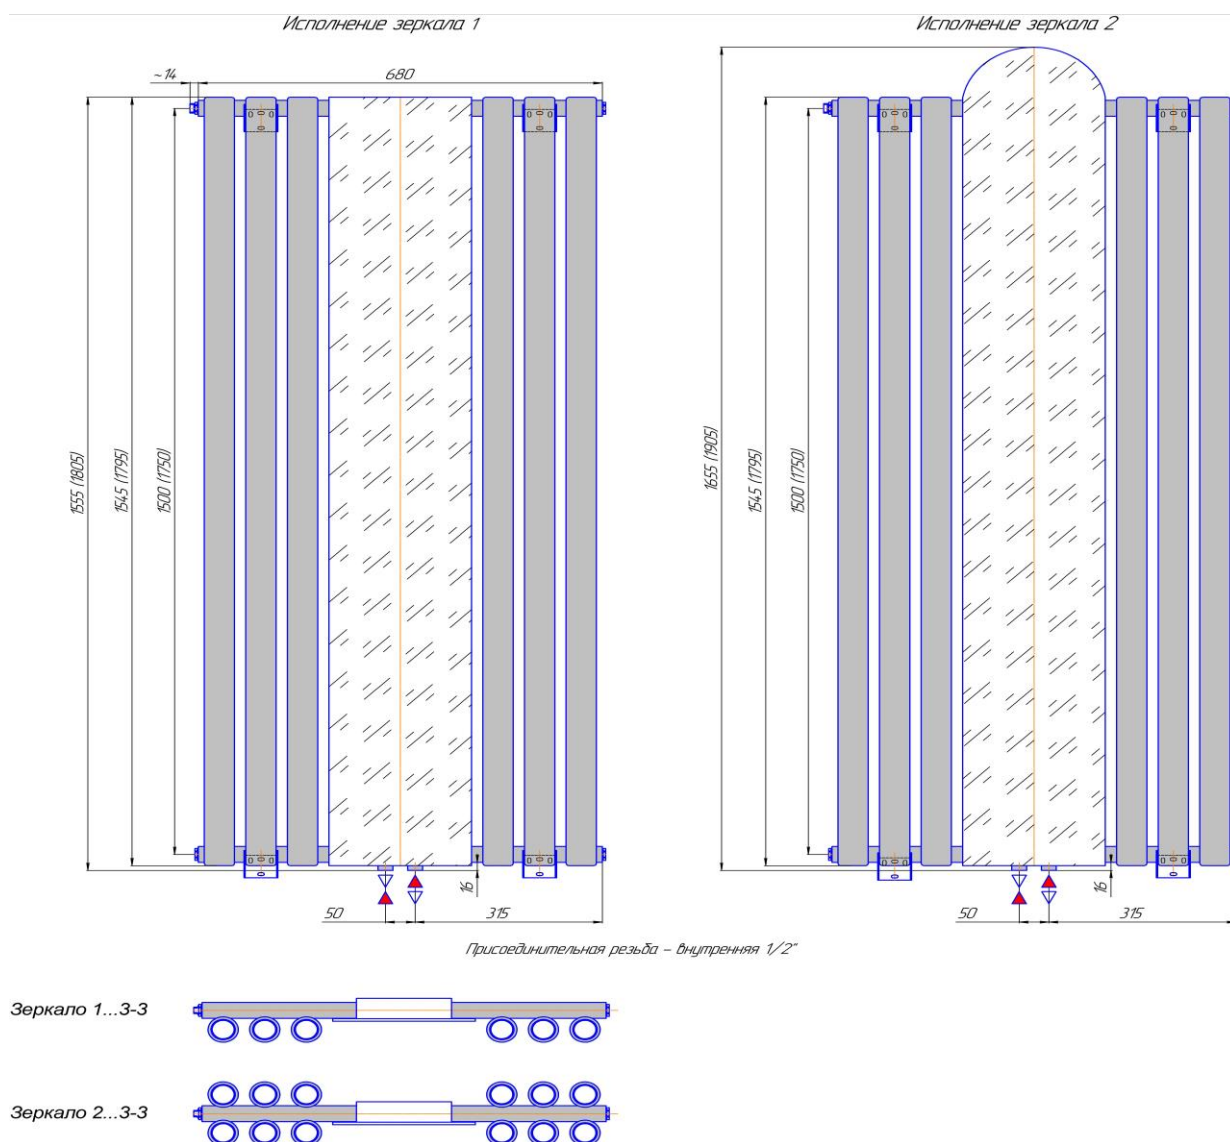

Рис. 1
2.1. Основные размеры и параметры радиаторов приведены на рис.1 и в таблице.